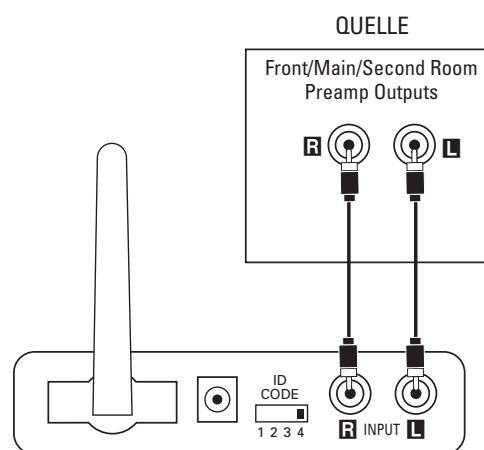

Abbildung 4.
**Schritt 1.** Schließen Sie das mitgelieferte Cinch-Verbindungskabel an die Buchsen für den linken und rechten Vorverstärker-Ausgang für die beiden Frontkanäle oder die Aufnahme-Ausgänge oder die Ausgänge für den Mehrraum-Betrieb (Zone 2) auf der Rückseite Ihrer Tonquelle an. Stecken Sie das andere Kabelende in die entsprechenden Buchsen ⑭ auf der Rückseite des Sendemoduls (siehe Abbildung 4).